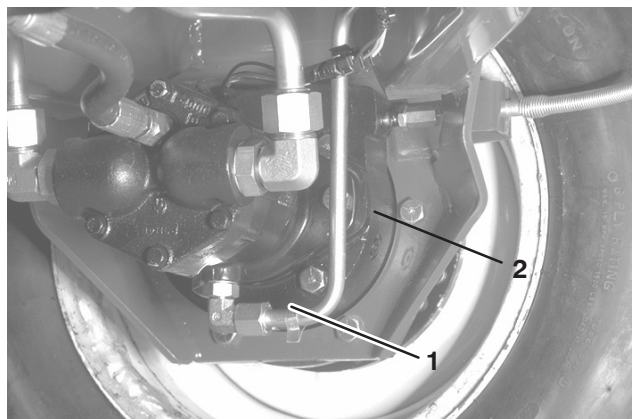

Bild 20
2. Entfernen Sie die Schraube (Bild 19) vom Planetengetriebe und die Prüfschraube von der Rückseite der Bremse (Bild 20). Der Ölstand muss die Unterseite des Prüfschraubenlochs an der Vorder- und Rückseite der Bremse erreichen.